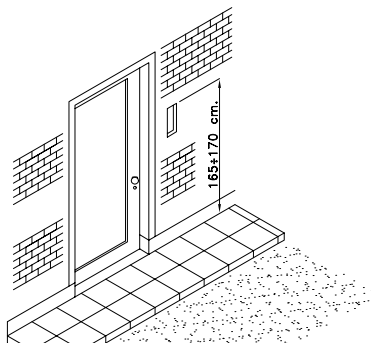
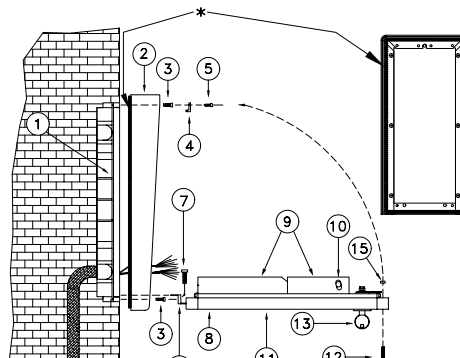
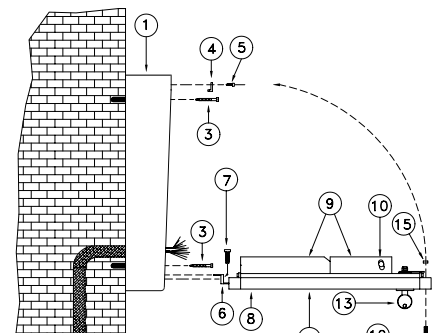

Fig. 2
Fig. 3
Fig. 4
Flush mounting (fig. 3).
- a) Set in box (1) at 165-170 cm. from ground level (fig. 2).
- c) Fix the covering frame (or rainshield Art. 872..) by using the four screws provided (3).
- d) Fix the lock plate (4) by using the two screws provided (5).
- e) Insert modules (9) into the slide guides of support (11) and insert microphone in the proper housing.
- f) Insert the hinge (6) into the proper guide of back box and fix by the two screws provided.
- h) Be sure that all connections are well made and power on the system: by pressing the call button (8) an electronic tone will be heard from the intercom; after few seconds the videophone will light up and a sharp view will appear. Test the speech and adjust volumes.
- i) If necessary adjust tilt position of CCD camera by acting on screw (10).
- l) Rotate the support (11) upward and fix to back box by using screw (12), ring spacer (15) and alan key (16).
- m) Where supplied, turnkey (13).
*** Important:** To avoid water infiltrations apply silicon sealing to the back surface of the rainshield (2) then fix it to the back box by using the four screws provided (fig. 3).
Surface mounting (fig. 4).
Montaggio da incasso (fig. 3).
- c) Fissare la cornice decorativa (2) (o nei casi più esposti alla pioggia, il tettuccio anti-pioggia Art. 872..) utilizzando le quattro viti in dotazione (3).
- d) Fissare il piastrino riferimento serratura (4) con le due viti in dotazione (5).
- e) Infilare i moduli (9) nel supporto portamoduli (11) ed inserire il microfono nella sua sede.
- f) Inserire la cerniera (6) del supporto moduli (11) nell'apposita sede della scatola incasso e fissarla tramite le due viti in dotazione (7).
- h) Collaudare l'impianto: pigiando il tasto di chiamata (8), l'altoparlante interno al citofono emetterà una nota modulata e sul videocitofono, dopo qualche secondo, apparirà l'immagine ripresa dalla telecamera. Controllare la fonia e regolare i volumi.
- i) Spostando la vite (10) si può ruotare l'angolo di ripresa verticale della telecamera in modo che l'immagine sia alla giusta altezza.
- l) Dopo aver effettuato tutti i controlli ruotare il supporto portamoduli (11) verso l'alto e fissarlo alla scatola da incasso utilizzando la vite (12), l'anello distanziale (15), e la chiave a brucola (16).
- m) Negli apparati di cui è provvista, girare la chiave (13).
- n) Ricoprire la vite con il coperchio in plastica in dotazione (14).
*** Importante:** per evitare infiltrazioni d'acqua, prima di fissare il tettuccio (2) alla scatola incasso, è necessario applicare del silicone sulla superficie retrostante in modo da sigillare lo stesso tettuccio alla superficie del muro (fig. 3).
Montaggio a filo muro (fig. 4).
- Lean the mounting plate of Videophone against the wall as shown in Fig. 3 and mark the datum-points: for the back box (1), for the four wall plugs (3) and for the cables opening (5).
- Wall up the back box (1) and ensure an accurate finishing.
- Thread cables through the opening (5) and fix the mounting plate (2) by using the four screws (4) (Fig. 4).
- To terminal strips (6) for Art. 901F and Art. 901M.
- To terminal strips (6) and (7) for Art. 901F-10 and Art. 901M-10.
- To terminal strip (7) for Art. 901F-NC and Art. 901M-NC.